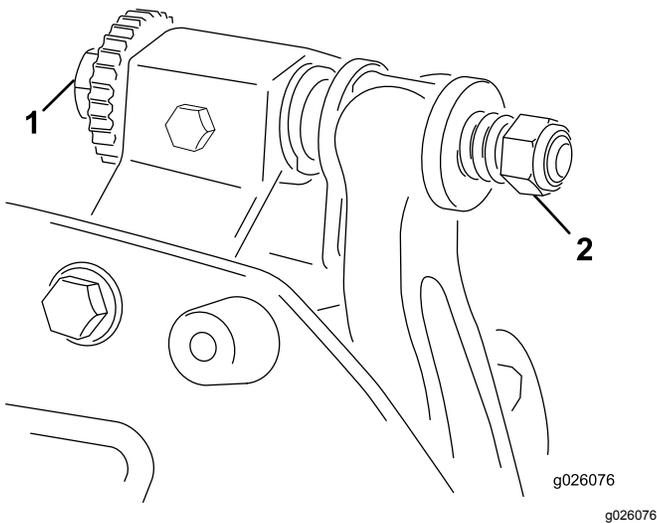

Bild 10
- A. Drehen Sie die Einstellschrauben des Untermesserträgers um jeweils eine Kerbe nach rechts, bis Sie leichten Kontakt spüren und hören (Bild 10).
6. Drehen Sie die Einstellschraube des rechten Untermesserträgers (**Bild 10**), bis Sie einen leichten Druck (d. h. Widerstand) an der Beilagscheibe spüren, wenn Sie sie von einer zur anderen Seite schieben. Entfernen Sie die Beilagscheibe.